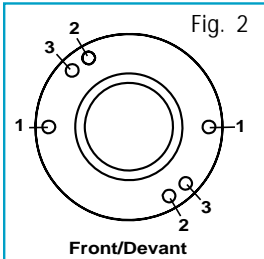

Fig. 2
- 3) With mounting bolts in place, position toilet over closet flange (*Fig. 2*).
- 3) Une fois les boulons de fixation en place, aligner cabinet sur la bride de sol (*voir fig. 2*).